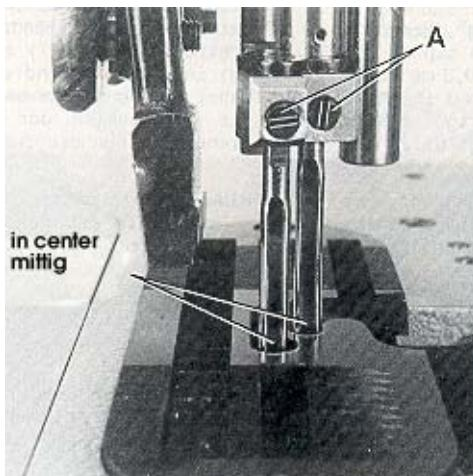
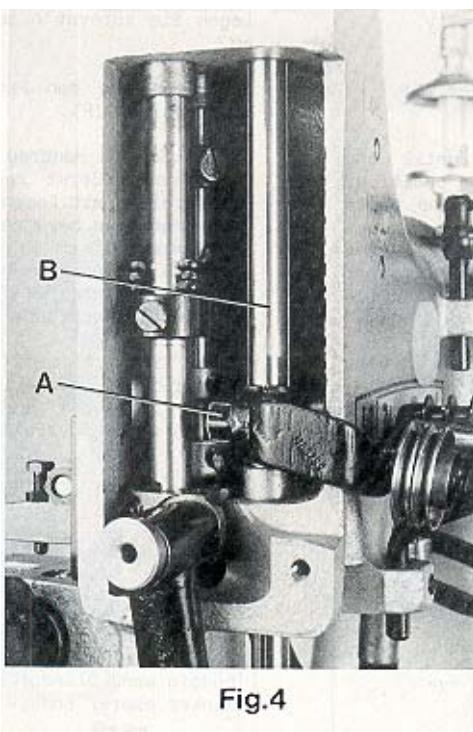
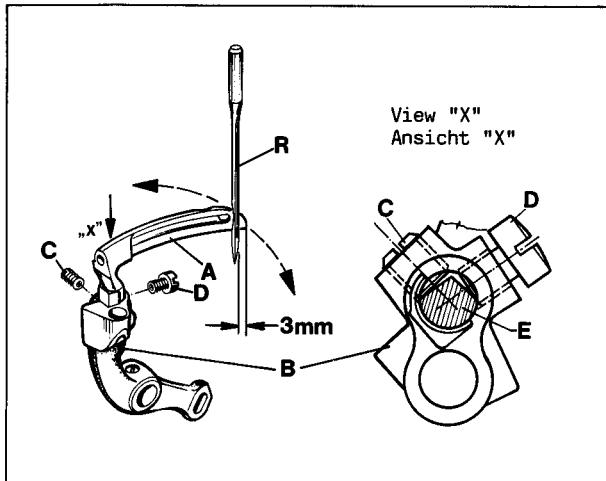

Fig. 3
Fig. 4
Fig.5
Before adjusting the machine insert a new set of needles with the shank as far as possible into the needle holder. The long groove of the needles must point to the front (towards the operator). Tighten the set screws (A, Fig. 3) on the tapered fastening flats of the needle shanks.
Remove the face cover and the finger guard left on the machine head as well as the upperfeed dog and the presser foot. Rotate handwheel in operating direction and check if the needles center in the associated needle holes of the throat plate (see Fig. 3). If not loosen clamp screw (A, Fig. 4) in the needle bar connection and turn the needle bar (B) accordingly. Retighten screw (A).
Remove the cloth plate with hinge plate and throat plate, the feed dog, the throat plate support and the needle guard. Insert the lower looper (A, Fig. 5) into the rear hole of the looper lever (B). Now snug the set screw (C) at the back of the looper lever against the flat on the looper shank (E) so that the lower looper point passes as close as possible to the spot on the back of the right needle (R), without deflecting it. Now tighten the second screw (D) firmly.
Rotate handwheel in operating direction until the point of lower looper (A, Fig. 5) projects 3 mm (1/8") to the right from the right side of the right needle. Lower edge of looper and upper edge of needle eye must be flush in this position.
If an adjustment is necessary loosen clamp screw (A, Fig. 4) in the needle bar connection and move the needle bar (B) up or down, as required. Care should be taken not to disturb the alignment of the needle bar when making this adjustment. Retighten clamp screw.
Setzen Sie vor dem Einstellen der Maschine einen Satz neuer Nadeln so ein, daß der Nadelkolben oben im Nadelhalter anstoßt und die lange Rinne der Nadeln nach vorne (zur Bedienungsperson) zeigt. Ziehen Sie die Gewindestifte (A, Fig. 3) auf der konischen Befestigungsfläche am Nadelkolben fest.
Entfernen Sie den Abschlußdeckel und den Fingerschutz links am Maschinenkopf, sowie den Obertransporteur und den Drückerfuß. Drehen Sie das Handrad in Nährichtung und prüfen Sie, ob die Nadeln mittig in die zugehörigen Stichlöcher der Stichplatte einstechen (siehe Fig. 3). Wenn nicht, lösen Sie die Klemmschraube (A, Fig. 4) im Nadelstangenmitnehmer und drehen die Nadelstange (B) entsprechend. Ziehen Sie die Schraube (A) wieder an.
Entfernen Sie die Stoffplatte mit Scharnierplatte und Stichplatte, den Transporteur, die Stichplattenstütze und den Nadelanschlag. Stecken Sie den Untergreifer (A, Fig. 5) in die hintere Bohrung des Greiferhebels (B). Legen Sie nun den Gewindestift (C) hinten im Greiferhebel an der Fläche des Greiferschaftes (E) so an, daß die Untergreifespitze so dicht wie möglich in der Hohlkehle auf der Rückseite der rechten Nadel (R) vorbeigeht, ohne diese abzulenken. Ziehen Sie dann die zweite Schraube (D) gut an.
Drehen Sie das Handrad in Nährichtung bis die Spitze des Untergreifers (A, Fig. 5) 3 mm rechts von der rechten Seite der rechten Nadel steht. In dieser Stellung müssen Unterkante Greifer und Oberkante Nadelöhr bündig sein. Ist eine Einstellung notwendig, lösen Sie die Klemmschraube (A, Fig. 4) im Nadelstangenmitnehmer und schieben Sie die Nadelstange (B) entsprechend nach oben oder unten. Beachten Sie, daß bei dieser Einstellung die Ausrichtung der Nadelstange nicht verändert wird. Ziehen Sie die Klemmschraube wieder an.